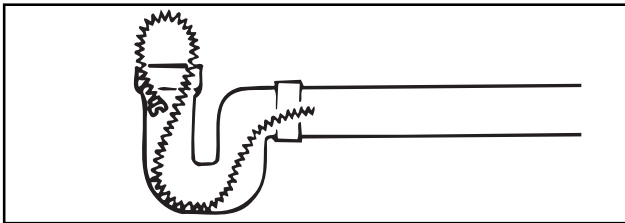

Figura 8 – Modo de sujetar el cable a la entrada del desagüe
- Sujete el final del cable en la entrada del desagüe metiendo su extremo en la tubería como se muestra en la *Figura 8*. Este procedimiento es especialmente útil cuando se está limpiando un desagüe con una caída considerable.